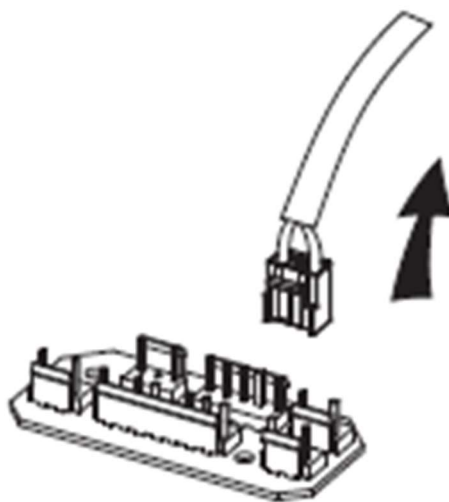

Рис.2
2. Устанавливать вытяжку следует над конфоркой. Рекомендованное расстояние между конфоркой и нижним краем вытяжки – для электрических поверхностей - 650 мм, для газовых - 750 мм. (Рис. 2).
3. Найдите клемму соединительного провода и вытащите ее (рис.2).